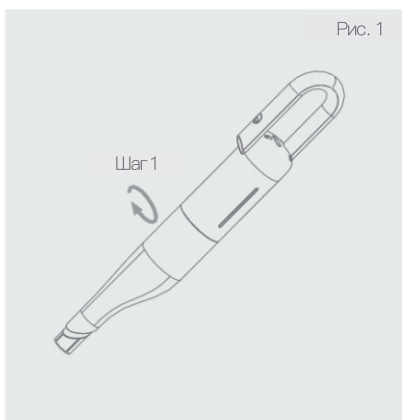

Рис. 1
(Рис. 1–1)
(Рис. 1–2)
(Рис. 1–3)
(Рис. 1–4)
1. Снимите силиконовую прокладку с отверстиями для винтов на верхней части главного устройства, используйте специальную отвертку, чтобы открутить 3 винта на главном устройстве, как показано на рис. (Рис. 1–1).
2. Отделите внешний корпус главного устройства от внутренней части главного устройства, как показано на рис. (Рис. 1–2).
3. Используйте специальную отвертку, чтобы открутить 4 винта, которые закрепляют аккумуляторный блок с боковой части, как показано на рис. (Рис. 1–3).
4. Используйте специальную отвертку, чтобы открутите 2 винта в верхней части аккумуляторного блока, и с помощью ножниц отрежьте 4 оловянные соединительные клеммы аккумулятора, после чего можно будет отделить аккумулятор и выбросить за негодность, как показано на рис. (рис. 1–4).